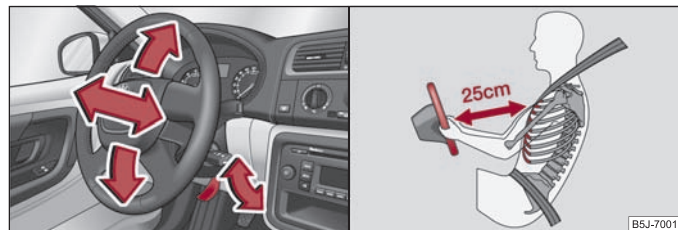

Fig. 3 Volan reglabil: Maneta de la coloana volanului / distanța corectă dintre șofer și volan
- Îndreptați maneta de sub volan, în jos ⇒ fig. 3 - stânga.
- Reglați astfel scaunul șoferului astfel încât distanța dintre volan și torace să fie de cel puțin 25 cm ⇒ fig. 3 - dreapta. Dacă nu se respectă această distanță, sistemul airbag nu își poate exercita eficiența maximă – Pericol!